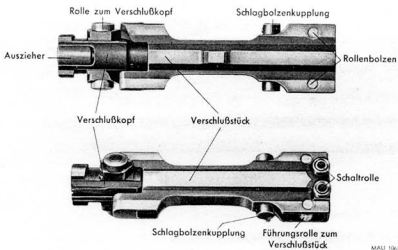

Abb. 10: MG 81; Schloß; Ansicht von unten und oben
| B. Schloß (Abb. 10 u. 11) | |
B. Schloß (B) (Abb. 10 u. 11)